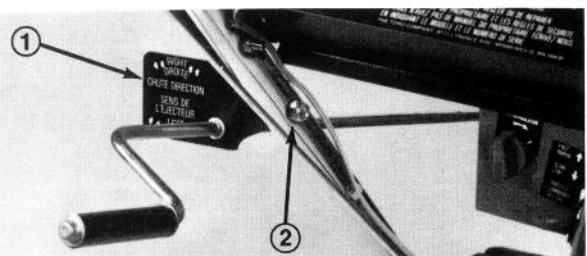
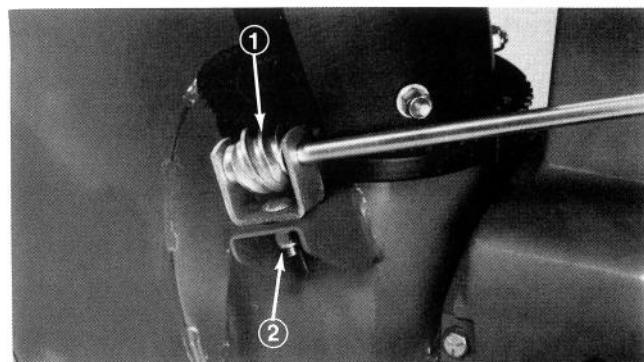

Abb. 12
Abb. 13
1. Den Haltewinkel mit der Auswurfbetätigungsstange mittels Sechskantschraube und Mutter links am Griffholm befestigen, die Mutter aber noch nicht festziehen (Abb. 12).
2. Die Schnecke mit Allzweckfett Nr. 2 schmieren. Dann den Halter mit der Schnecke auf der Winkelkonsole montieren (Abb. 13). Abstandscheibe zwischen Winkel und Konsole und Sicherungsscheibe und Kontermutter unter Konsole einsetzen (Abb. 13).
3. Die Schnecke fest in die Verzahnung des Aufnahmekranzes hineindrücken und die Sicherungsmutter festziehen (Abb. 13). Dann die Sicherungsmutter zur Befestigung des Haltewinkels der Auswurfbetätigung am linken Holm anziehen (Abb. 12).